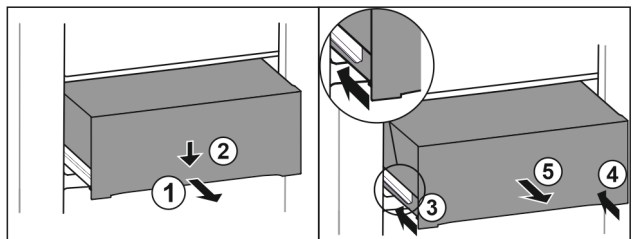

Fig. 217
- Tërhiqni jashtë sirtarin deri në gjysmë. Fig. 217 (1)
- Shtyni për poshtë sirtarin në pjesën përpara. Fig. 217 (2)
- Shtyni brenda shinën e majtë rreth 2 cm. Fig. 217 (3)
- Shtyni brenda shinën e djathtë rreth 2 cm. Fig. 217 (4)
- Hiqeni sirtarin nga përpara. Fig. 217 (5)